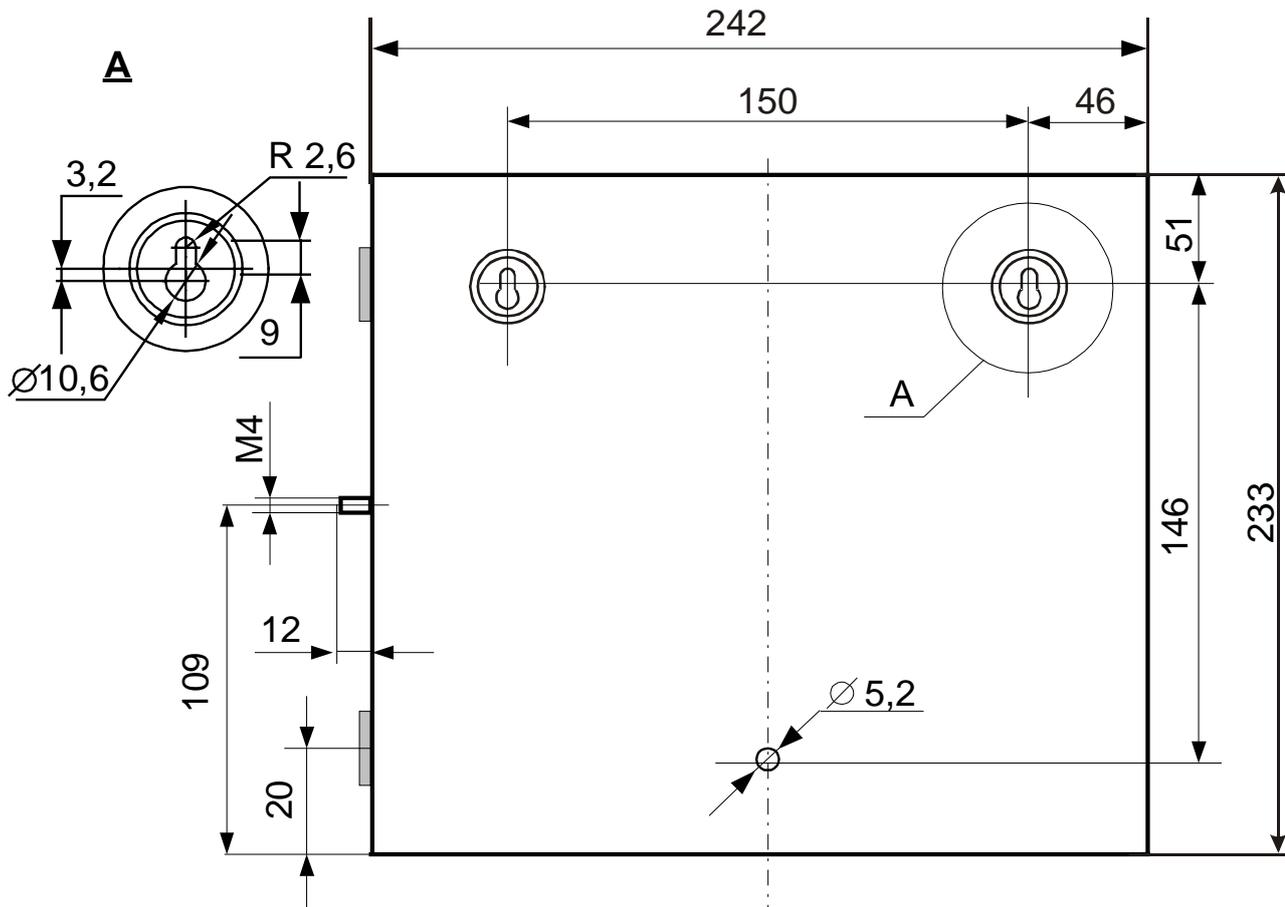

Рис. 7 Присоединительные размеры ИБП 12А / ИБП-24А
Внешний вид ИБП со снятой крышкой показан на Рис. 2. Корпус блока имеет на боковых сторонах вентиляционные отверстия для отвода тепла. Внешний вид ИБП с задней стороны с размерами для крепления показан на Рис. 7. На правой боковой поверхности корпуса имеются два отверстия диаметром 8 мм, через одно из которых пропускается кабель подключения сети «220 В», а через другое – провода линий выходного напряжения и сигнала «Исправность». Совместное подключение проводов через одно и то же отверстие не допускается. Для заземления корпуса предназначен винт М4, расположенный с правой стороны за винтом крепления крышки корпуса на расстоянии 15 мм от задней поверхности.
6.4.1 На месте установки ИБП крепится к стене или другим конструкциям в вертикальном положении. При установке необходимо следить за тем, чтобы не были закрыты вентиляционные отверстия по бокам другими устройствами или блоками. Присоединительные размеры ИБП приведены на Рис. 7.